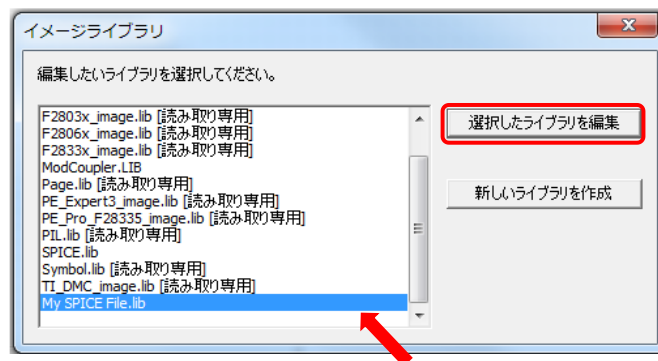

図 13 ライブラリ選択画面
- ・ “Si4628DY” をダブルクリックすると図 13 のように SPICELibrary 素子のエディタが開きます。このエディタではサブサーキットの定義、名前、ノード、パラメータとデフォルト値が自動的に構文解析され読み込まれています。